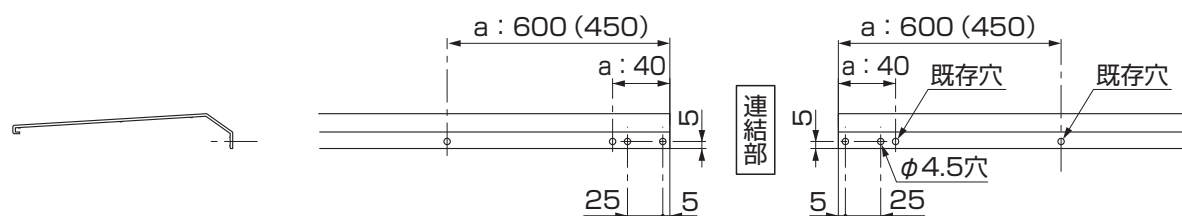

図5-3 化粧枠の加工
- ②化粧枠取付け時は図5-3を参照して、化粧枠を前後枠へ組付け後、穴加工してください。